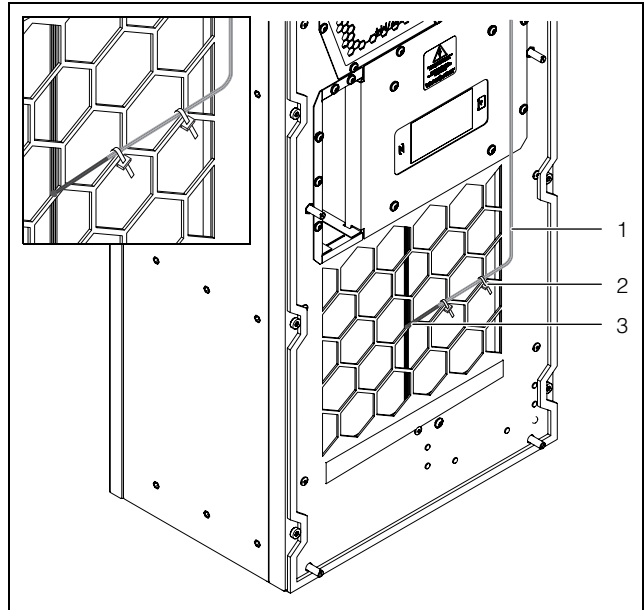

Abb. 43: Temperaturfühler vor Kaltluftaustritt (beispielhafte Darstellung)
- Bringen Sie den Temperaturfühler mittig vor dem Kaltluftaustritt des Kühlgeräts an (Abb. 43).